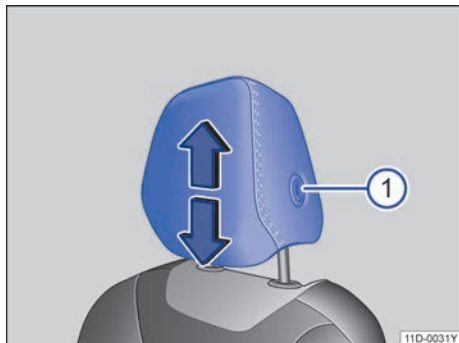

图 64 调整前排头枕
- 按住按钮→图 64①，同时沿箭头方向上推或下压头枕即可将头枕调整至合适高度→▲。